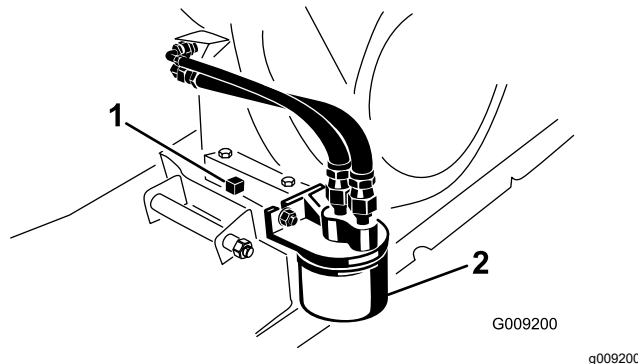

Figura 33
2. Retire o filtro do óleo existente (Figura 33).
4. Enrosque o novo filtro no adaptador do filtro até que a junta entre em contacto com a placa de montagem; em seguida, aperte o filtro mais 1/2 a 3/4 de volta (Figura 33).
6. Alinhe um recipiente de escoamento com uma capacidade de 1,8 litros com o tampão de escoamento (Figura 33).
7. Retire o tampão de escoamento e o vedante (Figura 33).